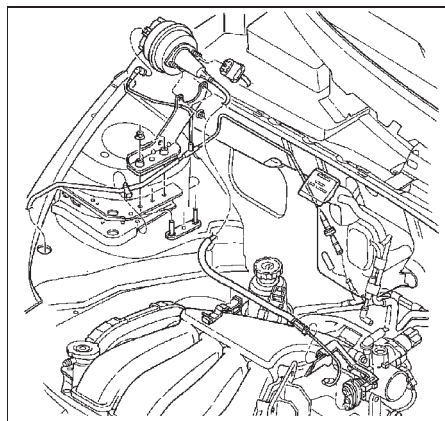
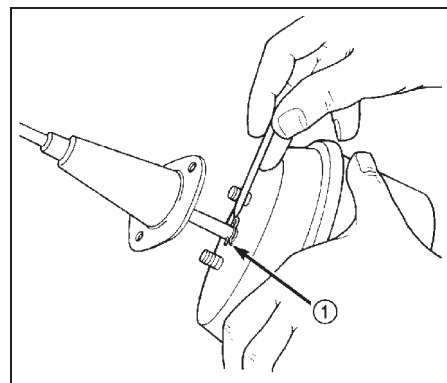

Рис. 2. Приводы системы поддержания скорости.
Рис. 5. Стопорное кольцо троса.
Расположение основных узлов показано на рис. 2. Система поддерживает скорость движения в диапазоне от 40 до 135 км/час.
- (4) Отверните две гайки крепления троса акселератора и кронштейн к сервоприводу (рис. 2).
- (5) Снимите сервопривод с монтажного кронштейна.
- (6) Отсоедините от сервопривода разъем проводки и вакуумный шланг.
(7) Снимите стопорное кольцо крепления троса к сервоприводу (рис. 5).